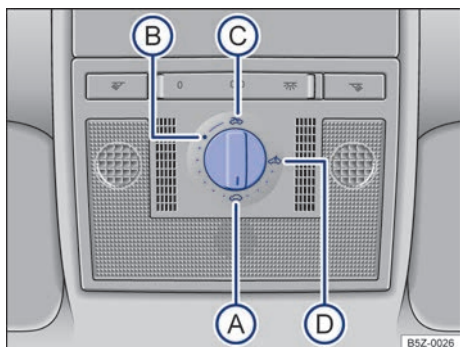

Fig. 57 No revestimento do teto: interruptor rotativo do teto solar.
Girar o interruptor rotativo → **Fig. 57** para a posição desejada para regular as seguintes posições do teto solar:
- Girar o interruptor rotativo para a posição → Fig. 57  e puxar para baixo na área posterior, até que o teto solar esteja completamente fechado.